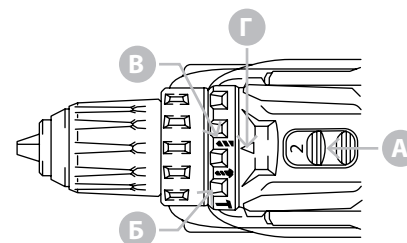

Рисунок 2.3.9. Работа в режиме сверления
- ① Переведите переключатель скорости «А» (рисунок 2.3.9.) на отметку 2.
- ② Установите переключатель «В» (рисунок 2.3.9.) на символ «ударное сверление».